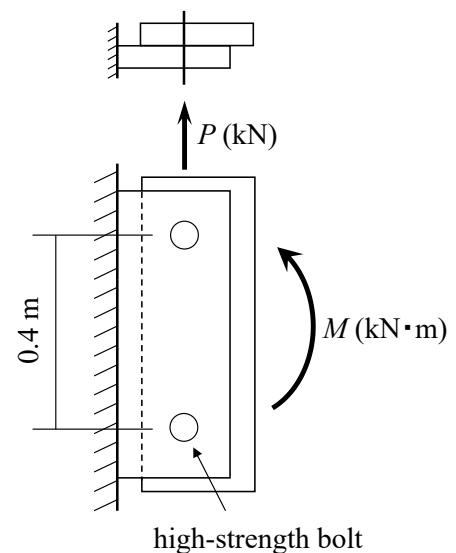

Fig. 3
- (5) 図 3 の場合、高力ボルト一本あたりに作用するせん断力を P と M を用いて示せ。
- (5) Express the shearing force per bolt for Fig. 3 using the notations P and M .